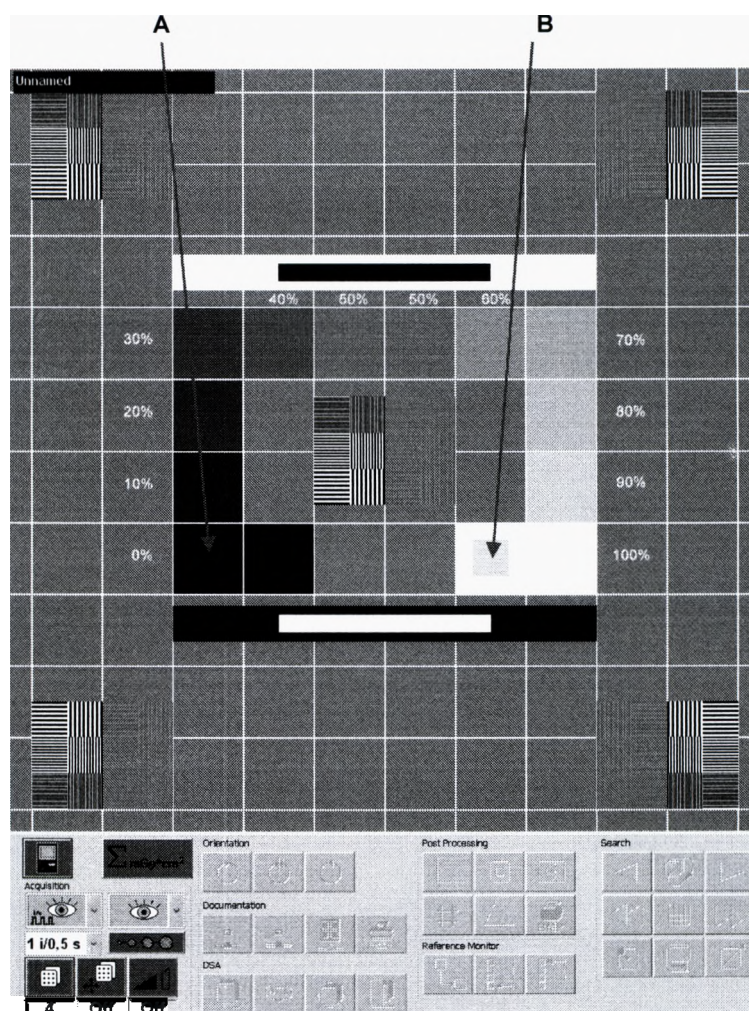

Рисунок 163
11.1.3.1 Тестовое изображение (см. рисунок 163) появляется на рабочем мониторе (а также на контрольном мониторе) и вы можете использовать его для настройки яркости и контрастности.